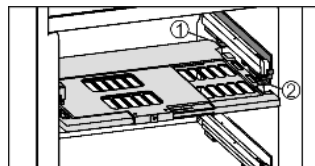

Fig. 16
- ▶ Introduire la plaque de régulation de l'humidité : insérer les travers du couvercle de la plaque par le bas dans le support arrière Fig. 16 (1) et encliqueter devant dans le support Fig. 16 (2).